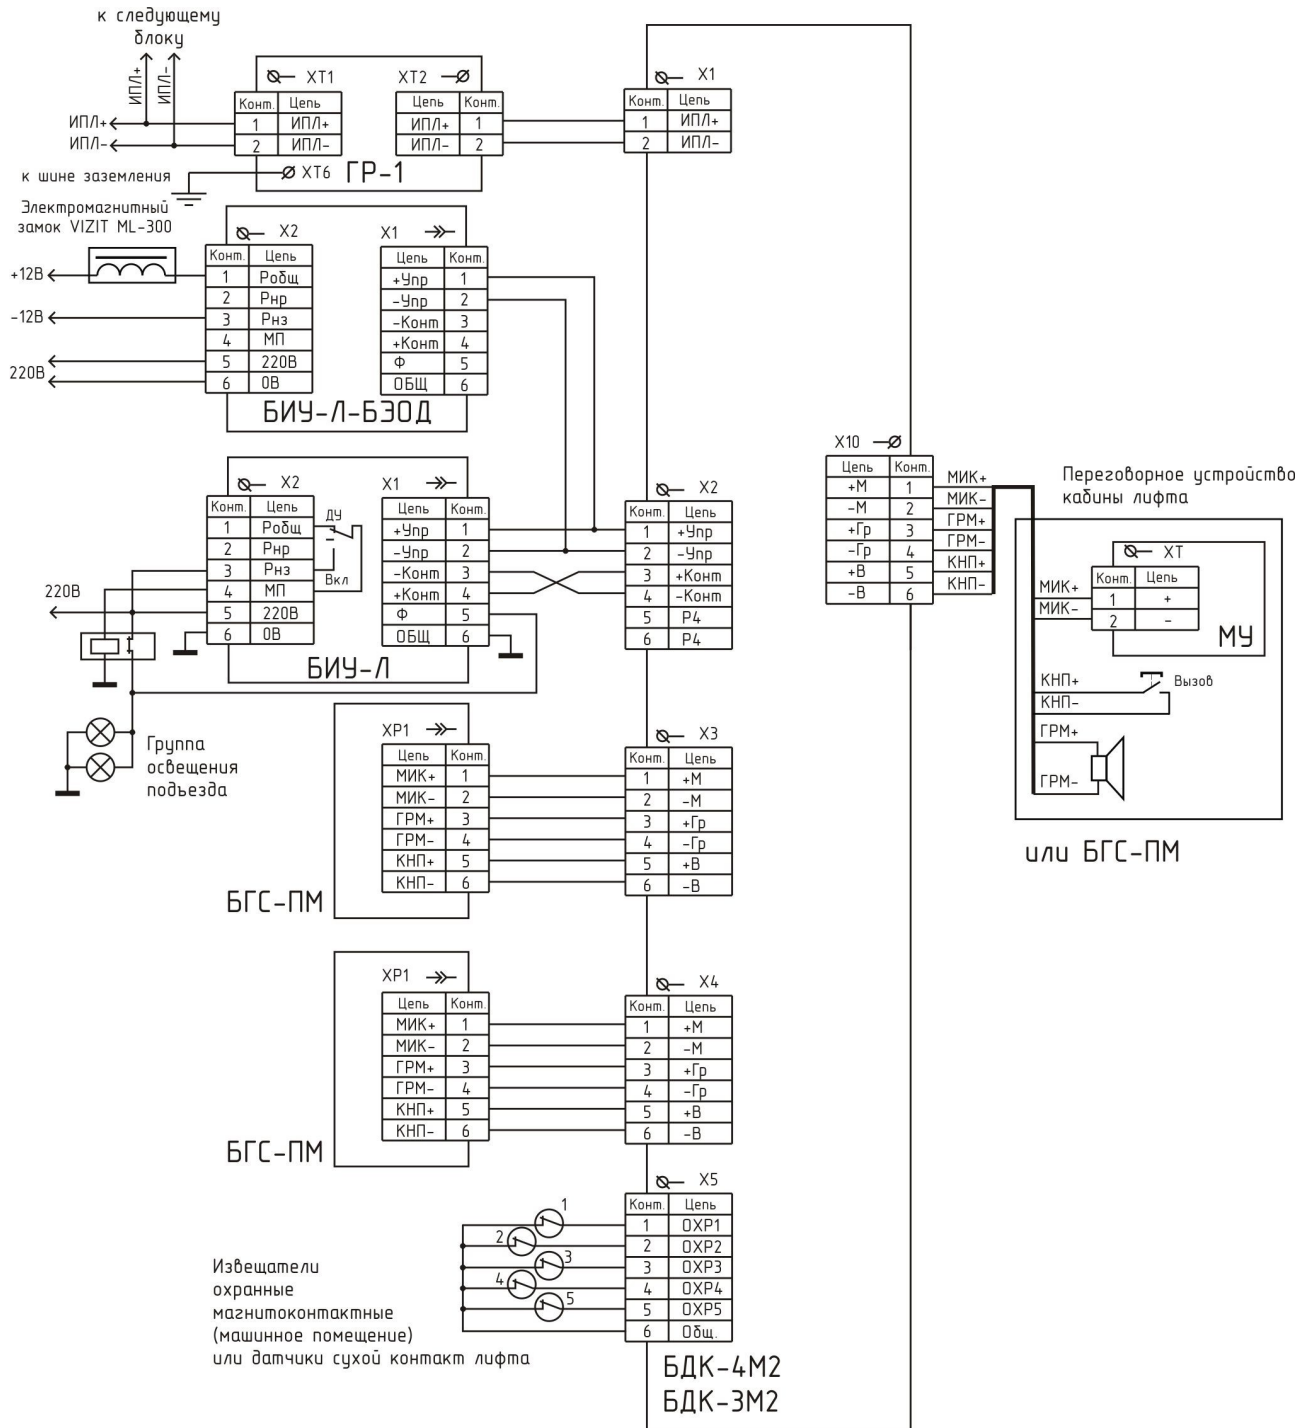

Рисунок 29 - Электрическая схема подключения БДК-3М2, БДК-4М2
2) Произвести монтаж кабеля между блоком БДК-4М2, БДК-3М2, БДК-2М и блоком грозозащиты ГР-1 кабелем КССПВ 1х2х0,52 длиной до 3 м согласно схеме соединений (рисунок 29) и рабочему проекту. Кабель линии связи ГР-1 прокладывается открыто и крепится к строительным конструкциям при помощи скоб (пластиковые и т.п.), шаг крепления - не более 300 мм. При прокладке линий связи параллельно силовым линиям расстояние между ними должно быть не менее 0,5 м, а их пересечения должны быть под прямым углом и изолированы ПВХ-трубками. Трассы проводок по стенам помещения должны быть наикратчайшие под углами 90° и 45°, на расстоянии не менее 0,1 м от потолка и на высоте не менее 2,2 м от пола.